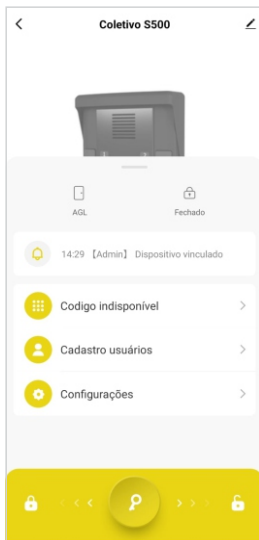

Figura 12
2. Clique sobre esse texto e aguarde até que ele seja alterado para o símbolo de uma chave (figura 12).